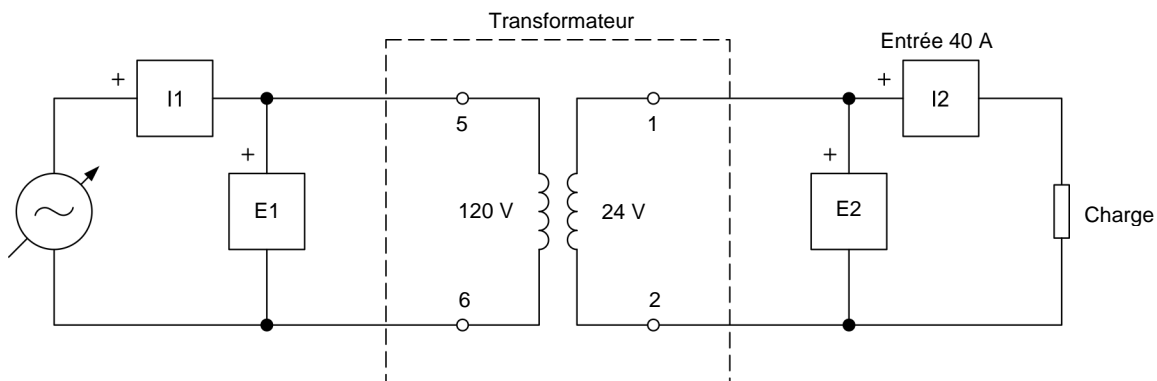

Figure 9. Transformateur abaisseur de 120 VA connecté à une charge résistive faible tension.
33. Réglez le transformateur abaisseur de 120 VA tel que montré dans la figure 9. Ne connectez pas la charge résistive pour le moment. Cela rend la résistance de charge au secondaire du transformateur infinie.
39. Sur le module *Génératrice et régulateur d'éolienne*, connectez les trois résistances de charge de 15 Ω en parallèle. Puis, connectez la charge résistive résultante de 5 Ω au circuit, tel que montré dans la figure 9.